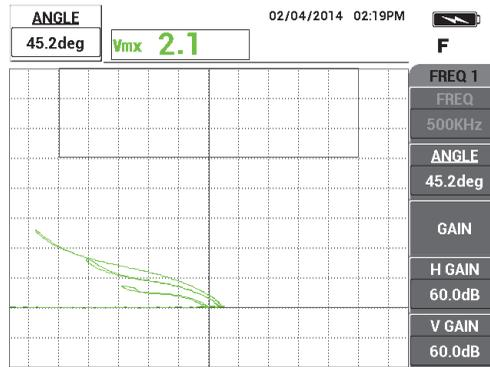

Figura 5-4 Il segnale di lift-off in prossimità dell'orizzontale
6. Premere il tasto ANGOLO (◁). Il parametro **ANGOLO** ha come impostazione predefinita la modalità con valori approssimativi. Premere il tasto d'invio (✓) per impostare il parametro **ANGOLO** a valori precisi. Regolare il valore **ANGOLO** con la manopola fino a quando il segnale di lift-off sia il più possibile in prossimità all'orizzontale (vedere Figura 5-4 a pagina 138).